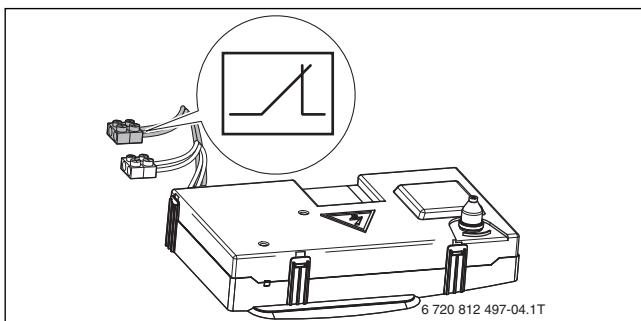

Рис. 18 Подключение реле контроля давления газа.
- Подключите реле контроля минимального давления газа непосредственно к клеммам (→ рис. 18, стр. 22).